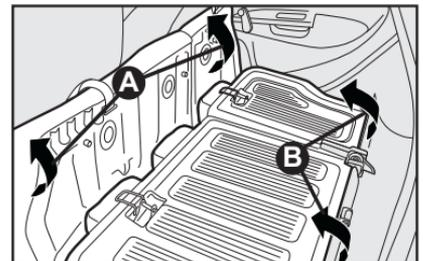

fig. 85
5) Incline hacia adelante el respaldo **A-fig. 85**, haciendo pasar lateralmente los cinturones, hasta apoyarlos sobre el asiento trasero.
Incline hacia adelante el asiento trasero completo, pasando los cinturones por los lados, de manera que se obtenga una superficie de carga única **B-fig. 85**.